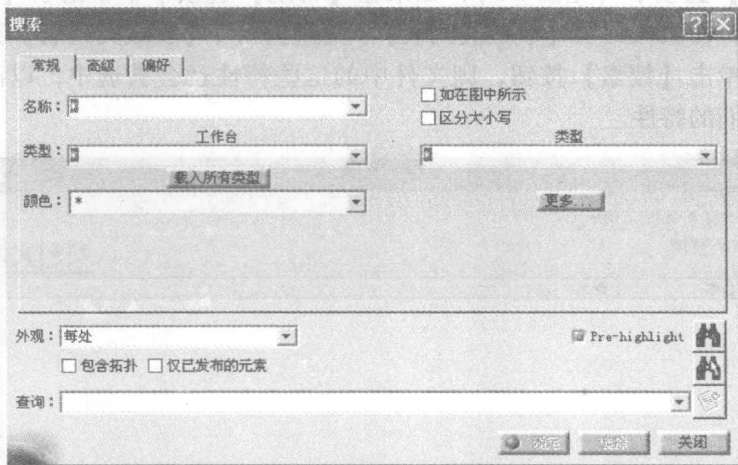

图 1-7 【常规】选项卡
2) 【搜索】功能：可以查找图像中具有同一性质的或特殊的对象，如同一颜色、同一线型等；也可以是有相同的特殊属性或相同的模块等。打开【搜索】对话框，有 3 个选项卡：【常规】、【高级】、【偏好】。【搜索】对话框的【常规】选项卡如图 1-7 所示。